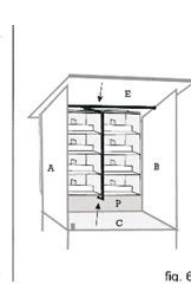

fig. 6
- Inserire i nidi in argilla sopra al portanidi P, poi appoggiare i coperchi e lo spessore in argilla. Fissare la staffa verticale sul portanidi P (fig. 6) e sul tetto E